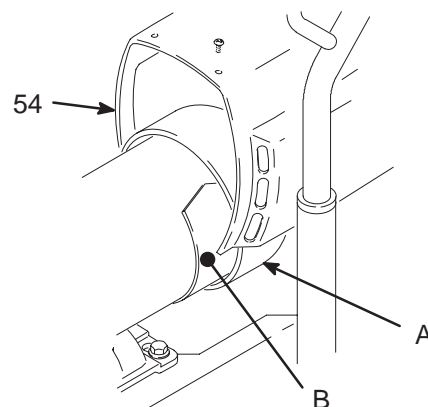

Fig. 4
3. Fig. 4. Ta av motorskyddet (54), viftedekkslet (A) og inspeksjonsdekslene (B).
2. Fig. 4. Ta av motorskyddet (54). Ta av inspeksjonsdekslene (B) og pakningene på begge sider av motoren.